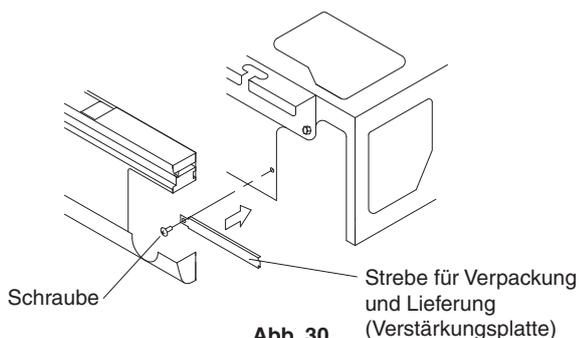

Abb. 30
- Nach dem Verlegen der Ablaufleitung die Strebe für Verpackung und Lieferung (Verstärkungsplatte) wieder anbringen; Ausbau siehe Abschnitt **“6. KÄLTEMITTELLEITUNGSARBEITEN”**. Es ist jedoch nicht notwendig, die Strebe für Verpackung und Lieferung (Verstärkungsplatte) an der rechten Seite zu installieren. (Siehe **Abb. 30**)